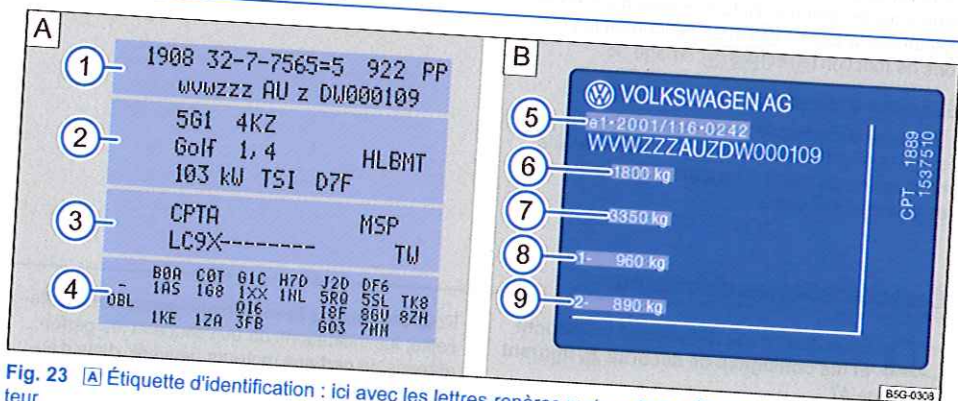

Fig. 23 A) Étiquette d'identification : ici avec les lettres-repères moteur CPTA ③. B) Plaque du constructeur
L'étiquette d'identification du véhicule du véhicule $\Rightarrow$ fig. 23 est collée sur la paroi sous le revêtement arrière du coffre à bagages. Elle comporte les données suivantes :
- ① Numéro d'identification du véhicule (numéro de châssis)
- ② Type de véhicule, puissance du moteur, boîte de vitesses
- ③ Lettres-repères de moteur et de boîte de vitesses, référence peinture, code de garnitures intérieures. Dans l'exemple, les lettres-repères de moteur sont « CPTA » $\Rightarrow$ fig. 23.
- ④ Options, numéros PR
La plaque du constructeur $\Rightarrow$ fig. 23 est visible au bas du montant de la porte du conducteur, après ouverture de celle-ci. Les véhicules destinés à certains pays d'exportation n'ont pas de plaque du constructeur.